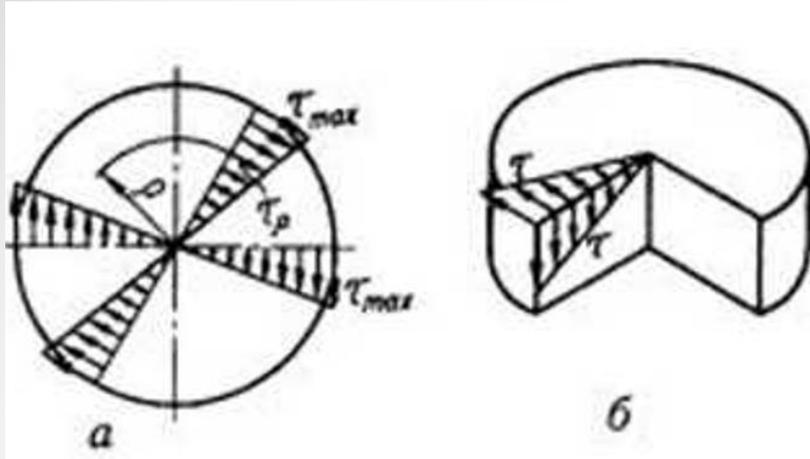

Рис. 3. Напруження у валу при скручуванні
**Кручення** виникає при дії на стрижень зовнішніх сил, які утворюють момент відносно осі стрижня (рис. 3). Деформація кручення супроводжується поворотом поперечних перерізів стрижня один відносно одного навколо його осі. Кут повороту одного перерізу стрижня відносно іншого, що перебуває на відстані  $l$ , - кут закручування на довжині  $l$ . Відношення кута закручування  $\varphi$  до довжини  $l$  називають відносним кутом закручування  $\theta$ :
Кути зсуву та дотичні напруження в поперечному перерізі змінюються за лінійним законом прямо пропорційно відстані  $\rho$  точок від центра перерізу (рис. 3).